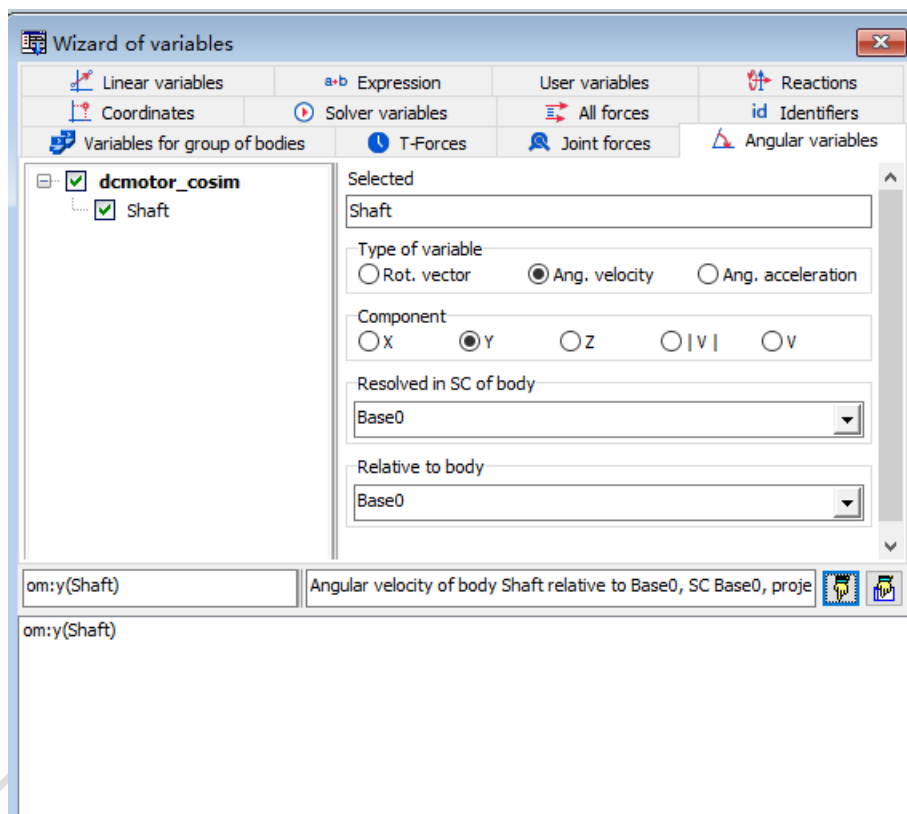

图 4.13 变量向导
4. 在左侧列表选中 **Shaft**，设置 **Type of variable** 为 **Ang.velocity**，**Component** 为 **Y**。点击按钮 ，创建变量 **om:y(Shaft)**，如图 4.13 所示。